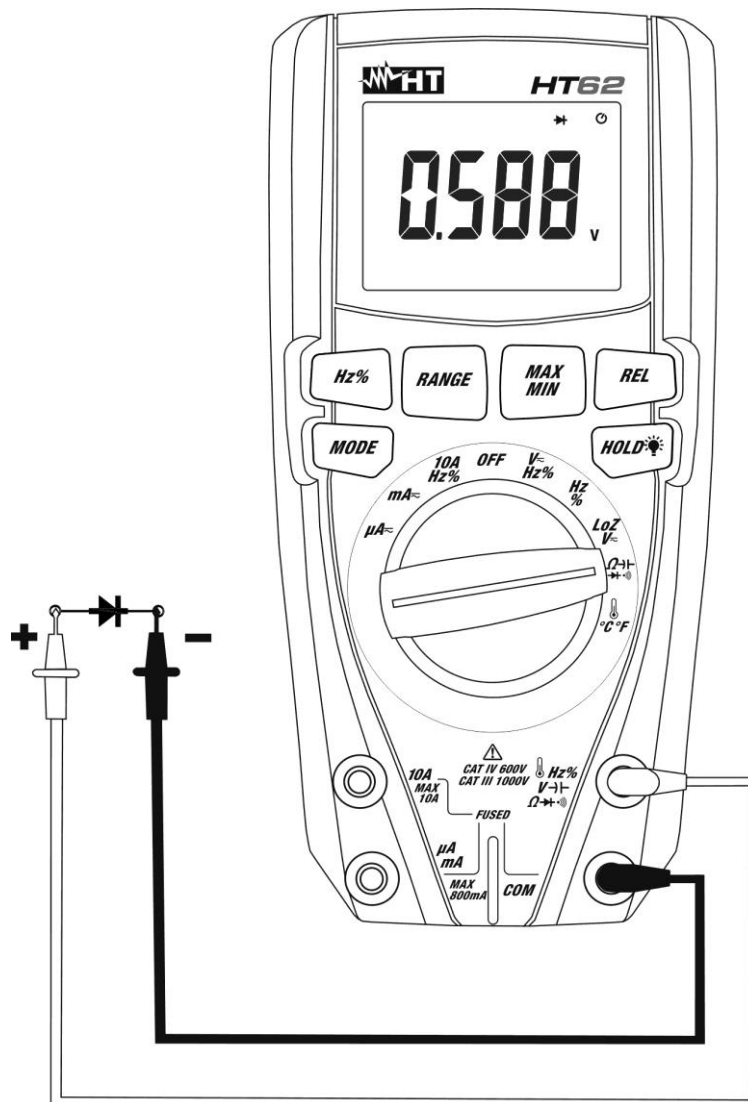

Abb. 7: Verwendung des Gerätes für die Diodenprüfung
4. Verbinden Sie die Messleitungen mit den jeweiligen Enden der zu messenden Diode (siehe Abb. 7) und achten Sie dabei auf die angegebene Polarität. Der Wert der direkt polarisierten Grenzwertspannung wird im Display angezeigt.
6. Wenn das Gerät die Meldung "**O.L**" anzeigt, sind die Klemmen der Diode invertiert mit Bezug auf die Angabe in Abb. 7, oder die P-N Verbindung der Diode ist beschädigt